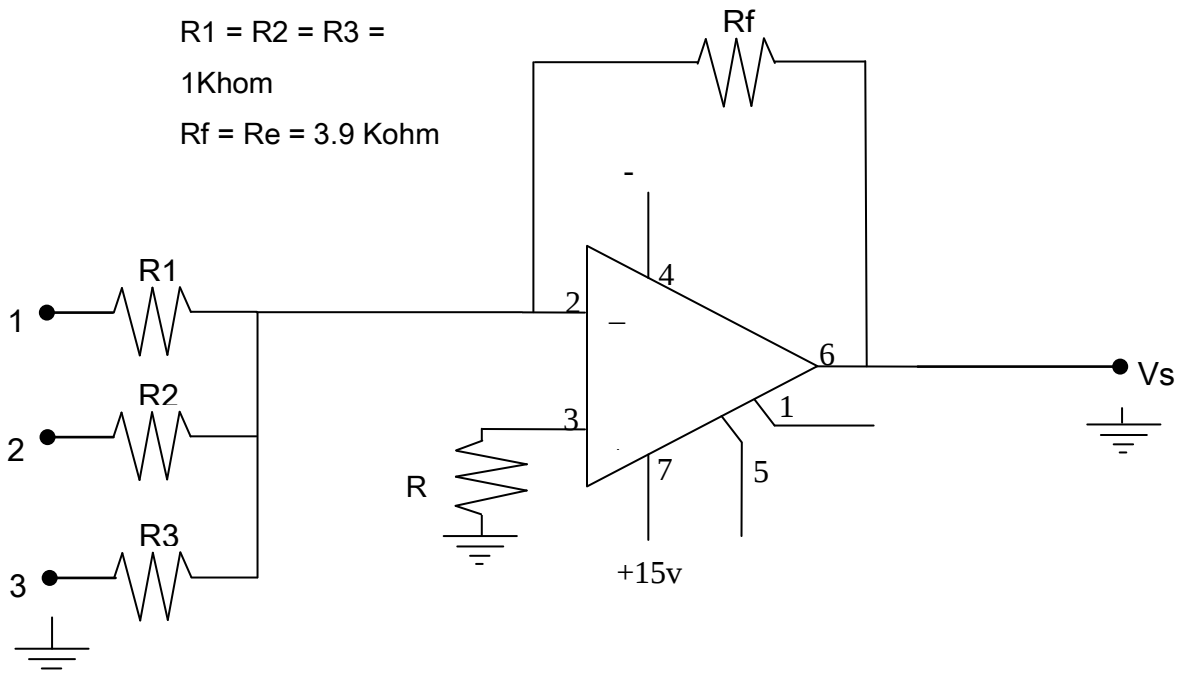

Figura 3a. Amplificador Sumador
Al conectar simultáneamente varios resistores de entrada a la terminal inversora de un amplificador operacional, como se muestra en la figura 3a, tenemos lo que se conoce como un sumador inversor.
- a) Conecte el circuito de la figura 3a.